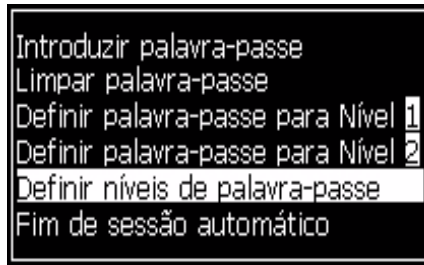
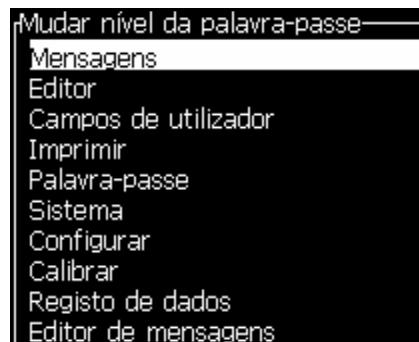
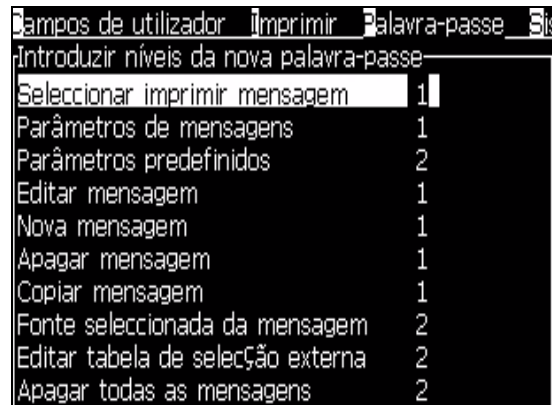

Figura 4-8: Definir níveis de senha
Figura 4-9: Alterar o nível de senha
Figura 4-10: Digitar novos níveis de senha
- 1 Pressione *Alt + w* e selecione *Definir níveis de senha* (veja Figura 4-8) para abrir a tela *Alterar níveis de senha* (veja Figura 4-9).
- 2 Selecione o menu (veja Figura 4-9) cuja senha de acesso deve ser alterada, e pressione a tecla *Enter*. A tela *Digitar novos níveis de senha* aparece (veja Figura 4-10 na página 4-6).